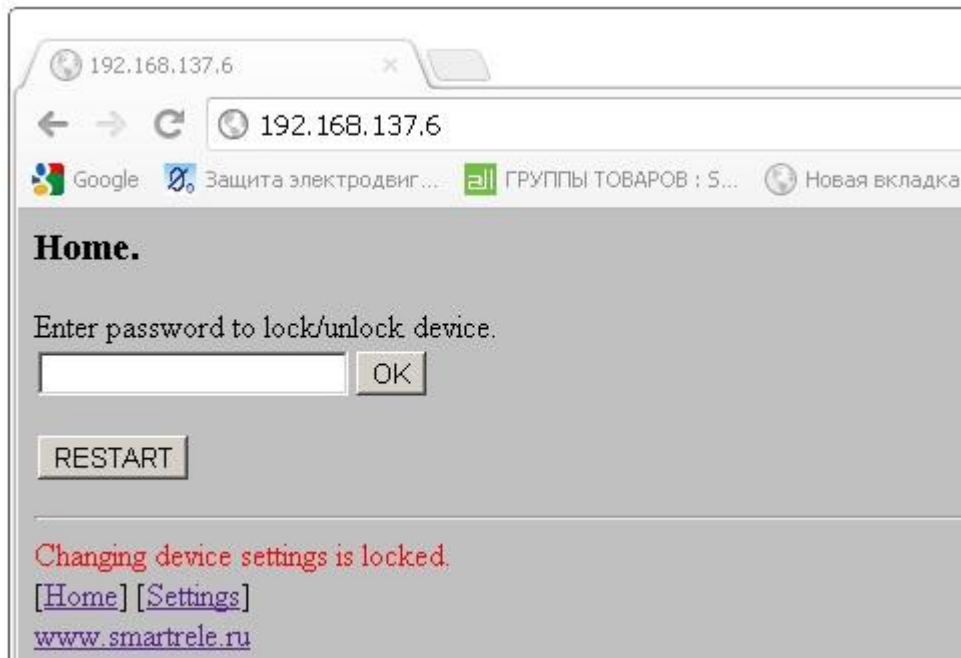

Рисунок 2 – Страница “HOME”
- 9.4 Запустите предпочитаемый браузер и наберите в строке адреса IP адрес адаптера (значение по умолчанию 192.168.1.6) . В окне браузера отобразиться страница «НОМЕ» адаптера (рис. 2). На странице расположено поле ввода пароля для разрешения изменения настроек устройства. Кнопка “RESTART” сохраняет внесенные изменения и перезагружает адаптер. В нижней части страницы расположена информационная строка и ссылки для переключения страниц.